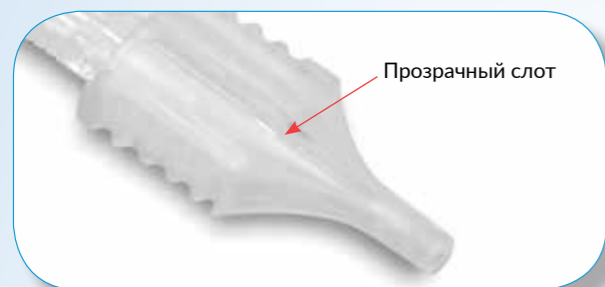

Рис. 1
- **ПОЛНОСТЬЮ** заполните картридж вискоэластиком, контролируя уровень заполнения через центральный прозрачный слот картриджа (Рис. 1).